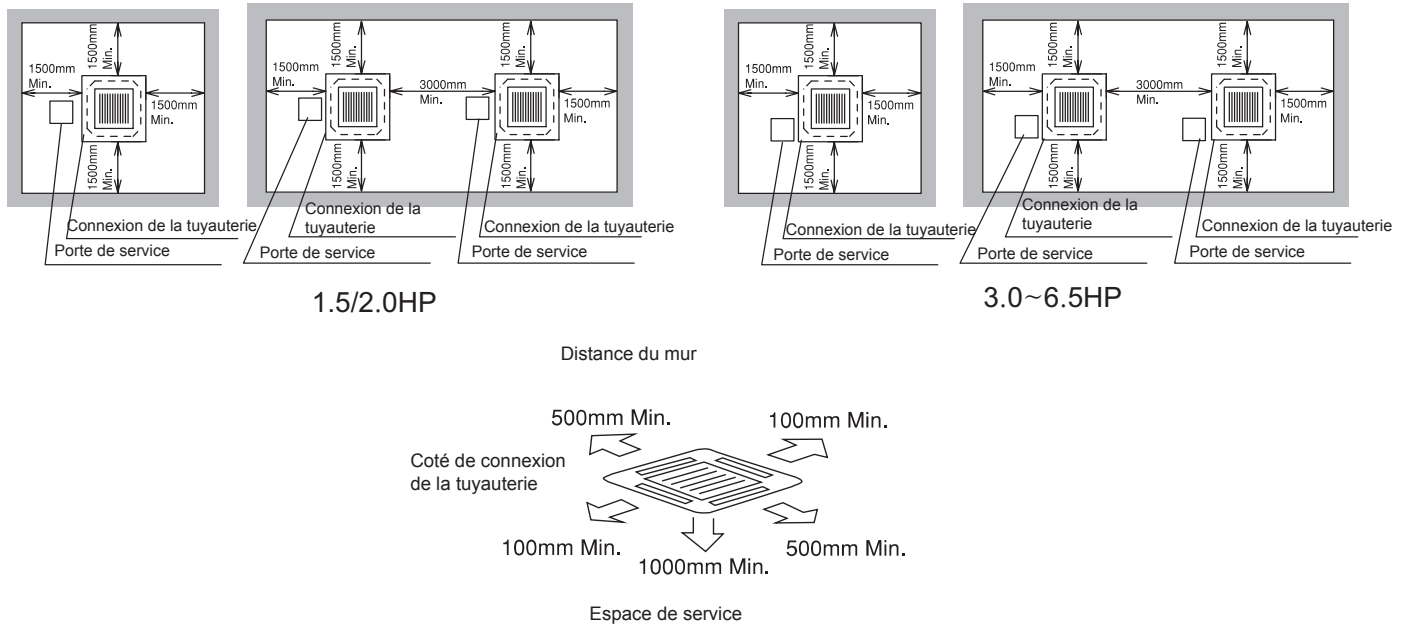

Fig. 3.1 Espacement autour de l'unité intérieure
- Installez l'unité intérieure avec suffisamment d'espace autour de celle-ci pour l'espace de travail de fonctionnement et d'entretien, comme indiqué sur la Fig.3.1.